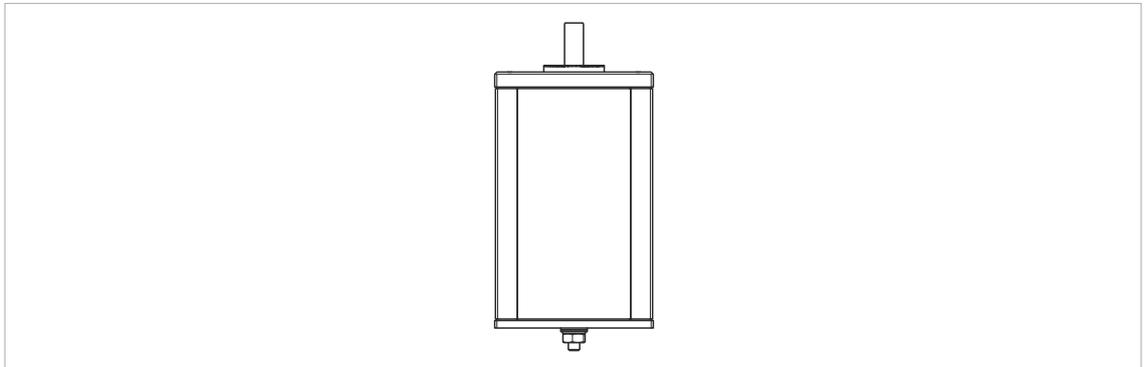

Abb. 6: Prinzipdarstellung V3-Montage
- ▶ Bei V3-Montage (siehe Abb. 6) sicherstellen, dass keine Flüssigkeit in die Lager eindringt.